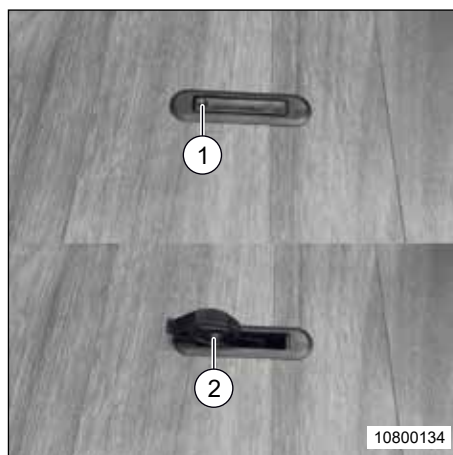

Fig. 38 Golvögla för golvlucka
- Tryck golvöglan (Fig. 38, pos. 1) nedåt vid markeringen. Handtaget svänger uppåt.
- Lyft luckan i handtaget (Fig. 38, pos. 2).
- Stäng luckan och fäll tillbaka handtaget (Fig. 38, pos. 2).